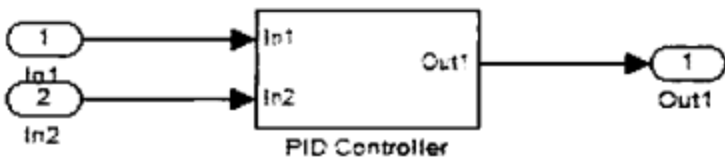

图 9.7.1 PID Controller 子系统
(1) 在一个新模型中将 PID Controller 子系统独立出来,用输入/输出模块连接到子系统如图 9.7.1 所示。